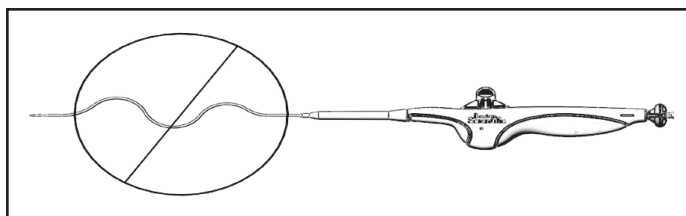

Figure 5. Suppression de la laxité
### 10.9 Procédure de déploiement du stent (voir la figure 5)
**Remarque :** Si la laxité (voir la figure 5) et/ou la courbure du cathéter du système de mise en place présente entre la gaine d'introduction/de guidage et la poignée du système ne sont pas réduites pendant toute la durée du déploiement, l'exactitude du déploiement peut être compromise, en particulier en cas d'approche ipsilatérale.